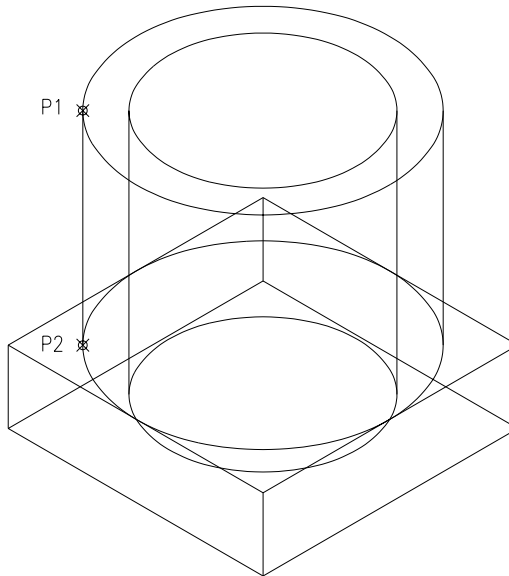

Fig. 8.8
6. Completarea cilindrilor prin trasarea generatoarelor acestora (fig. 8.8). Pentru aceasta, este indicat activarea modului „**osnap-Tangent**” urmând traseul: